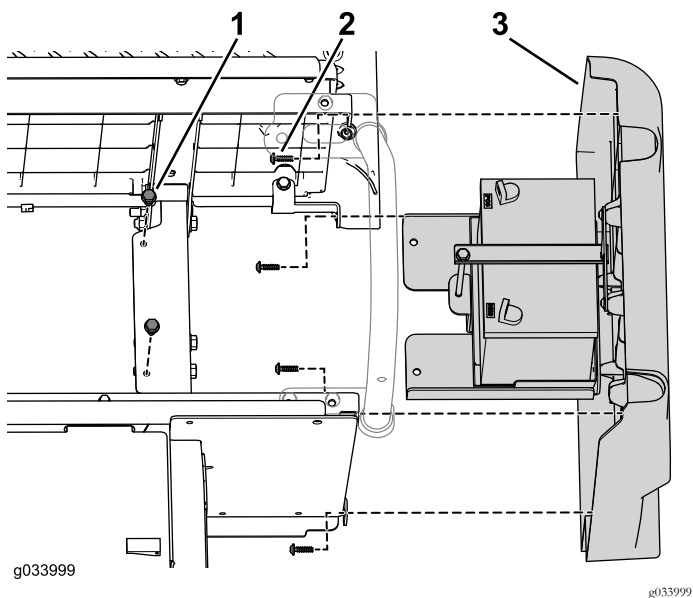

图45
3. 使用之前拆下的五金件将原始右面板组件安装到后座椅底座面板 图45。